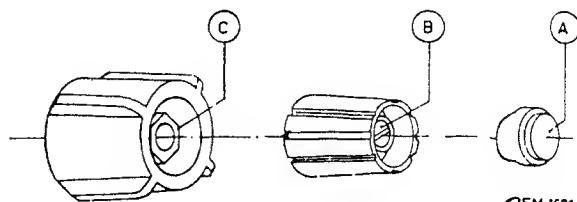

Fig. 31. Removing the knobs
2. Single knobs (Fig. 31)
3. Double knobs (Fig. 31.)